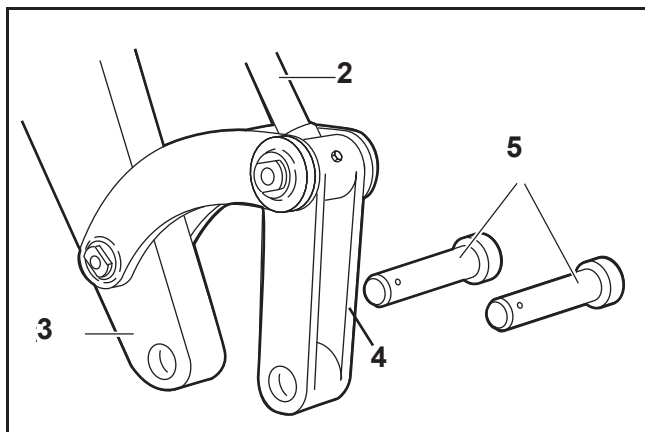

Abb.3-1 Schnellwechsler mit Löffelstiel verbolzen
Der Schnellwechsler (1) wird wie ein Baggerlöffel am Löffelstiel (3) und der Druckstütze (4) befestigt (Abb. 3-1). Die Original-Verbindungsbolzen (5) werden dazu verwendet.